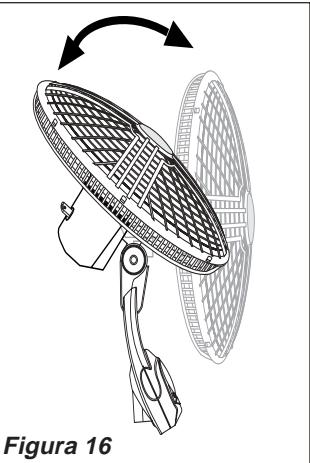

Figura 16
**INCLINACION:** Este Ventilador está equipado de Cabeza de Ventilador de ángulo múltiple para la Circulación del aire por toda habitación o cuarto. Siga lo que se indica a continuación para graduar propiamente el "ángulo de inclinación" del Ventilador. (*Figura 16*)